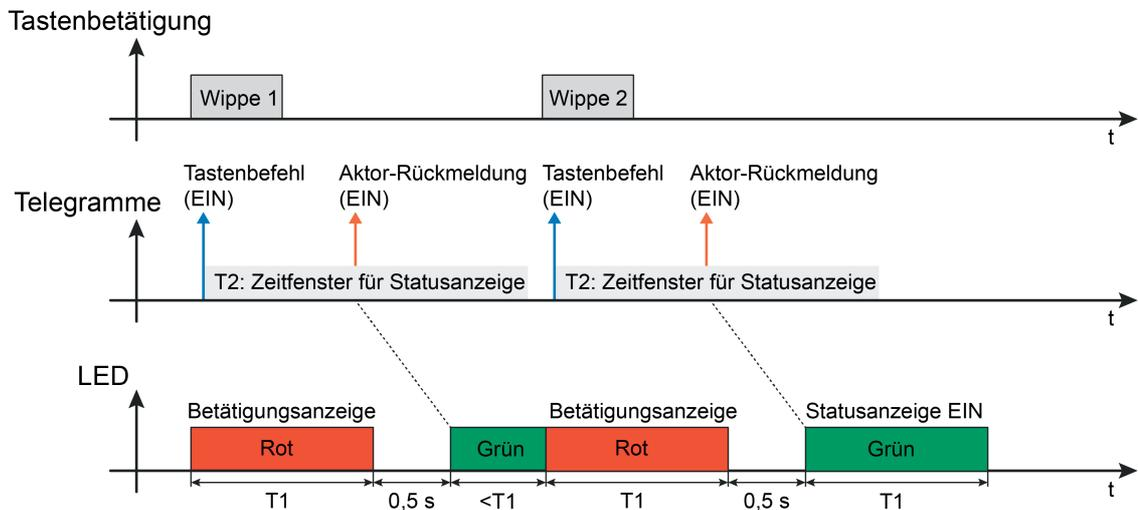

Bild 10: Beispiel einer 2-stufigen Betätigungs- und Statusanzeige
- i** Bei der Funktion "Schalten" kann das Bedienkonzept auf "Wippenfunktion" oder alternativ auf "Tastenfunktion" konfiguriert werden. Bei einer Tastenfunktion kann jede Bedienfläche jeweils ein Status-Objekt besitzen (Taste links, Taste rechts). Hierdurch können unterschiedliche Aktor-Rückmeldungen signalisiert werden. Es ist jedoch zu beachten, dass beide Status-Objekte dieselbe Status-LED ansteuern. Die Anzeigefunktionen der beiden Tasten einer Bedienfläche übersteuern sich jedoch nicht. Ein neuer Tastendruck unterbricht immer eine ausgeführte Anzeigefunktion sofort (Bild 10). Bei Wippenfunktion ist stets nur ein Status-Objekt für zwei nebeneinanderliegende Bedienfläche verfügbar.
Statusfunktionen der Bedienwippen steuern stets nur die LED der betroffenen Wippe an. Ein neuer Tastendruck derselben (zuletzt gedrückten) Taste der Wippe oder einer beliebigen anderen Taste unterbricht zu jeder Zeit eine ausgeführte Anzeigefunktion sofort (Bild 10). Der